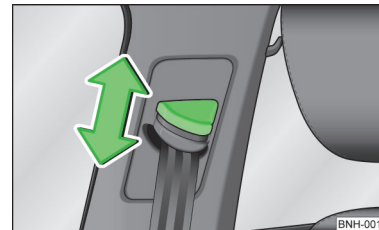

Abb. 7 Vordersitz: Gurthöheneinstellung
- Den Umlenkbeschlag drücken und in die gewünschte Richtung nach oben oder unten schieben » Abb. 7.